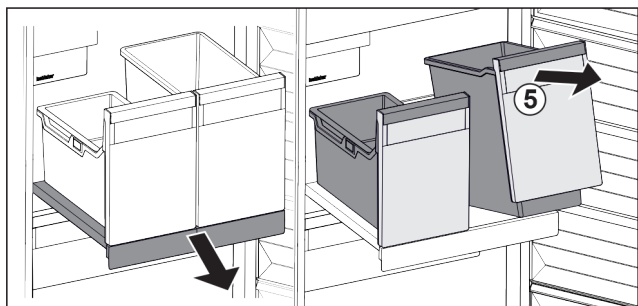

Fig. 89
- ▶ Ridicați recipientul Fig. 89 (5) din față.